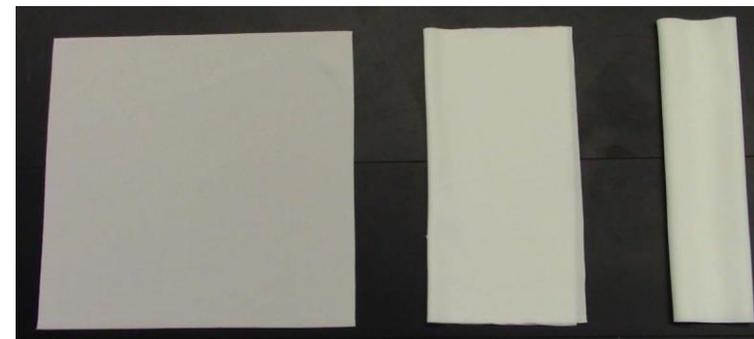

Рисунок 4-2. Три этапа складывания салфетки
5. Сложите безворсовую салфетку пополам, затем еще раз пополам, Рисунок 4-2.